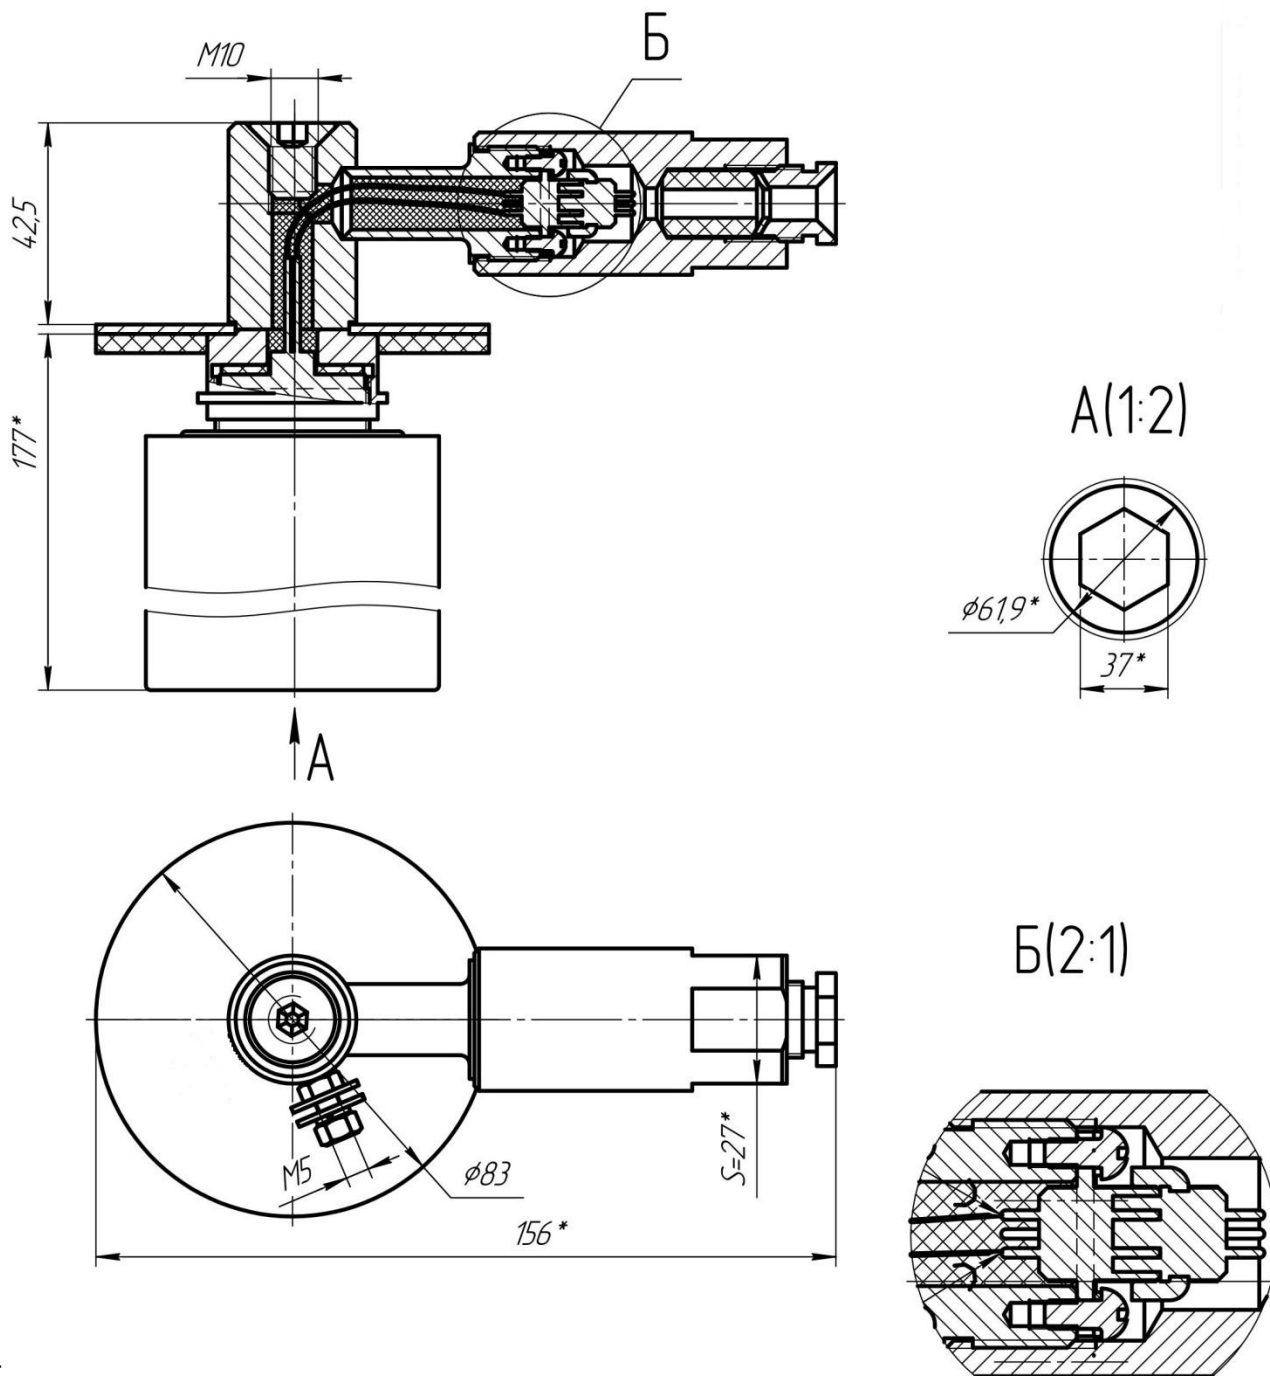

Рис. 2. Чертеж средств взрывозащиты модуля «ТРВ-Гарант»
3.3 Взрывозащищенность модуля (рис.2) пожаротушения тонкораспыленной водой МУПТВ достигается применением видов взрывозащиты «взрывонепроницаемая оболочка», по ГОСТ Р 52350.1-2005, «искробезопасная электрическая цепь» по ГОСТ Р 52350.11-2005, специального вида взрывозащиты по ГОСТ 22782.3-77 и соблюдением особых условий безопасной эксплуатации, а также выполнением общих технических требований к взрывозащищенному электрооборудованию по ГОСТ Р 52350.0-2005.